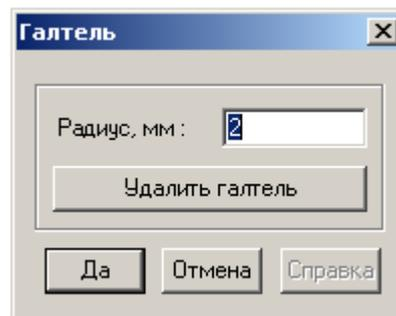

Рисунок 2.12
*Редактирование и удаление галтели* заключается в следующем. Подведите курсор к галтели, которую вы хотите удалить (изменить) и нажмите *правую* клавишу мыши. На экран будет выведено диалоговое окно, с помощью которого вы можете удалить галтель или ввести новое значение радиуса галтели (рисунок 2.12).